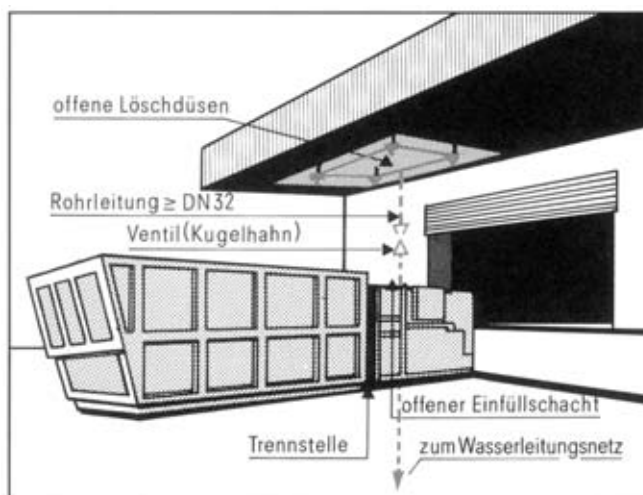

Abb. 7: Offener Einfüllschacht unter Rampen oder Vordächern mit einer von Hand auslösbaren Löschanlage
4. Eine von Hand auflösbare Löschanlage mit mindestens einer offenen Löschdüse ist in allseitig umschlossenen Einfüllschächten erforderlich, z.B. beim Beschicken aus dem Gebäudeinneren (siehe Abb. 2 und 6) oder, wenn offene Einfüllschächte unter Rampen oder Vordächern angeordnet sind (siehe Abb. 7).